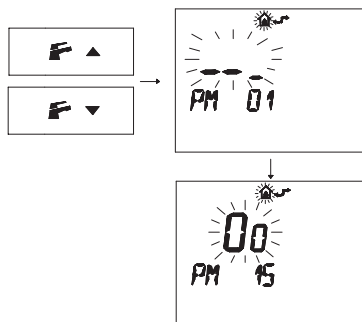

Figura 5.26
- Pulse los botones **F** ▲ o **F** ▼ para visualizar la programación "**PM15**" de habilitación de la sonda externa (Figura 5.26).